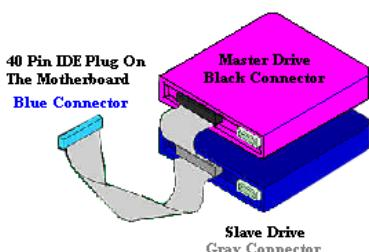

図 2-10. Ultra ATA/66 ケーブルの接続方法
- 黒いコネクタをマスターHDD のプラグに差し込みます。次にグレイのコネクタをスレーブドライブ(セカンドリ HDD、CD-ROM、テープドライブなど)のプラグに差し込みます。図 2-10 を参照してください。